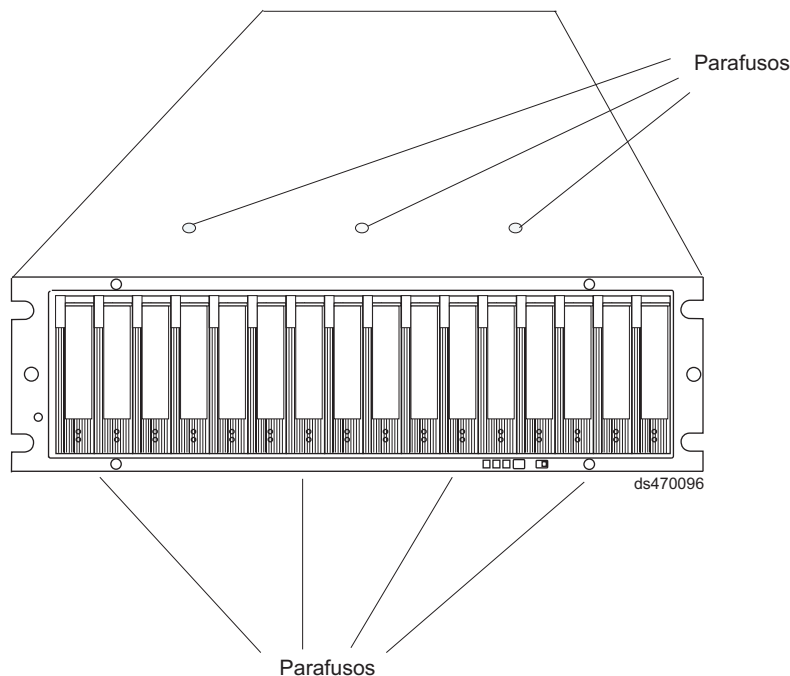

Figura 87. Parafusos que prendem as partes de cima e de baixo do chassi ao quadro
Coloque-o em uma superfície nivelada. Procure uma fileira de três parafusos Phillips na parte de cima do chassi e uma fileira de quatro parafusos Phillips na parte de baixo do chassi, conforme mostrado na Figura 87 na página 166. Remova os sete parafusos Phillips utilizando a chave Phillips número 1. Guarde esses parafusos.
17. Instale os sete parafusos Phillips (três na parte superior e quatro na parte inferior) que prendem o quadro frontal ao chassi do EXP810 removido na etapa 12 na página 165, conforme mostrado na Figura 87.